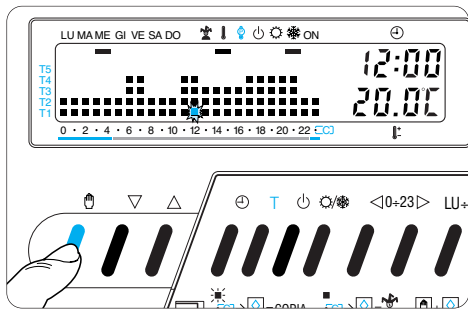

Fig. 45
11.9 - Premere due volte il pulsante  per riportare l'apparecchio in funzionamento AUTOMATICO (fig. 45).